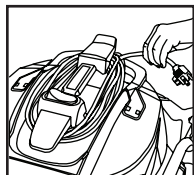

FIGURA 29
51. El cable de energía puede ir enrollado alrededor de los soportes de enrollado de cable de la parte superior de la cubierta del depósito que están ubicados en la parte frontal y por detrás de la manija. **FIGURA 29.**